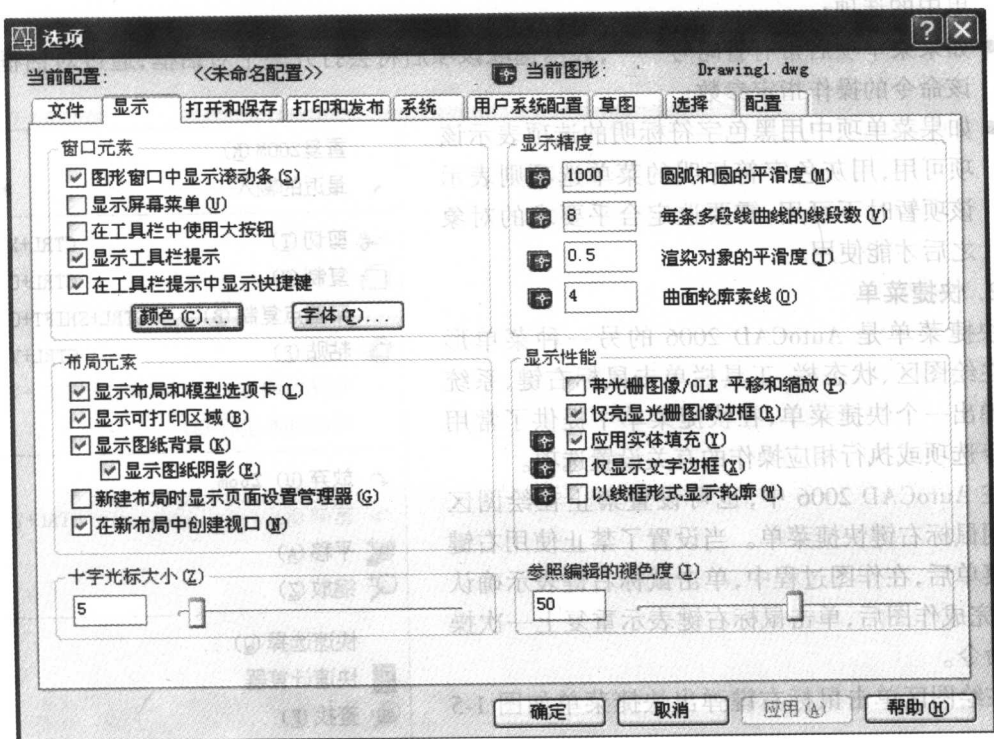

图 1-3 【选项】对话框
(1) 选择下拉菜单【工具】|【选项】命令,出现【选项】对话框,在该对话框中单击【显示】选项卡,出现如图 1-3 所示对话框。